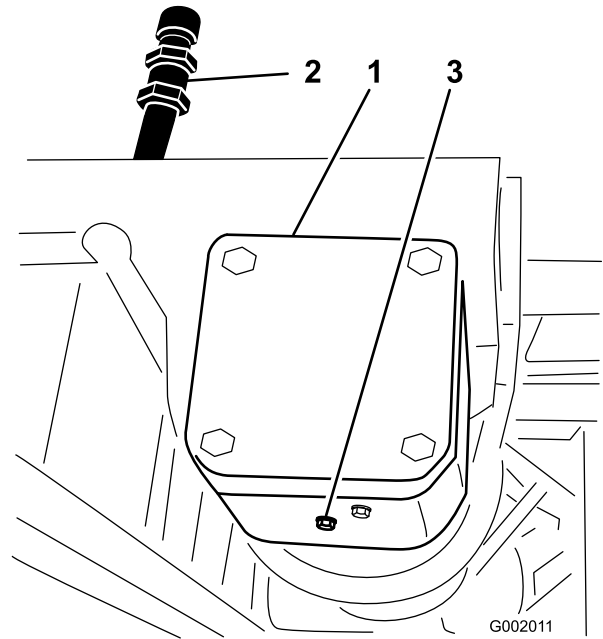

Figura 70
2. Coloque um recipiente de escoamento debaixo do bujão de drenagem da caixa de velocidades da accionamento da bomba (Figura 70).
3. Retire o bujão de enchimento e escoamento (Figura 70), para permitir a drenagem do óleo para o recipiente.